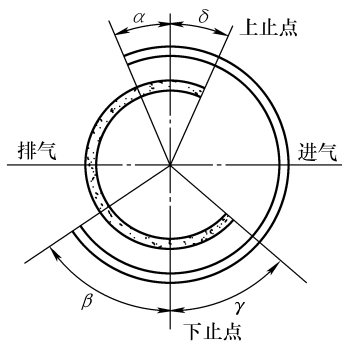

图 1-6 可变配气相位
(1) 定义 可变配气相位技术是指进、排气门开闭时刻和开启持续时间随发动机工况的变化而改变, 从而提高了发动机充气效率。
(2) 结构特点 进气配气相位为 $180^\circ +$ 进气提前角 α + 进气迟后角 β ; 排气配气相位为 $180^\circ +$ 排气提前角 γ + 排气迟后角 δ , 如图 1-6 所示。